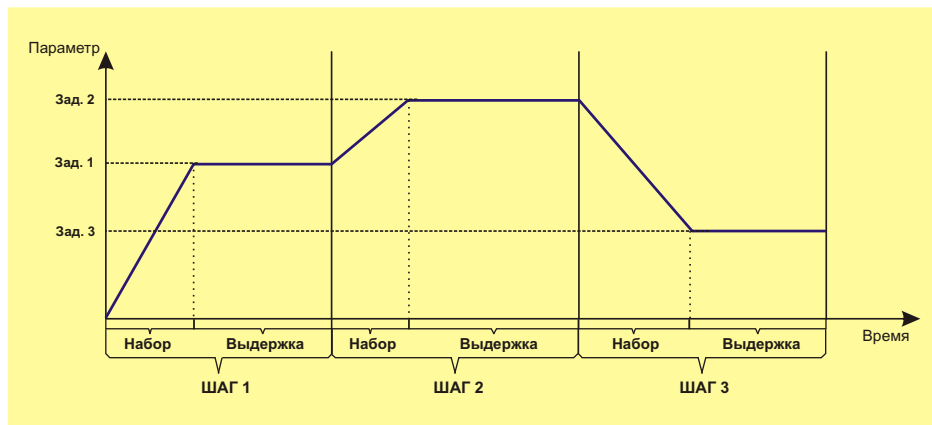

Рис. 97
Физический смысл задатчиков конфигуратора блока Программатор отображен на Рис. 97.
9.4.17 В меню **Процесс** блок Программатор представлен в виде таблицы, в которой находится информация о состоянии входов и выходов блока в данный момент времени (Рис. 97).